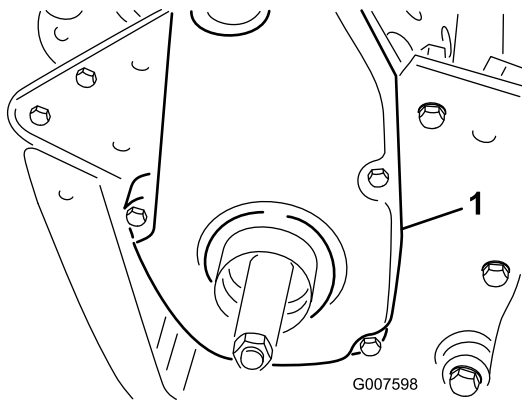

Figure 45
6. Enlevez le couvercle de courroie arrière du côté droit de la machine (Figure 45).